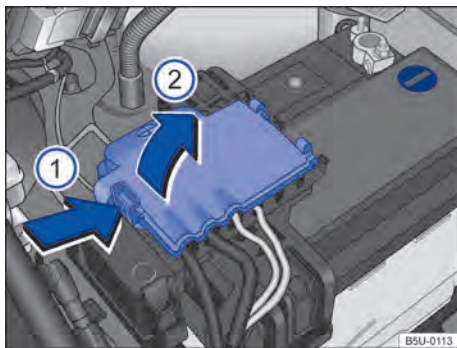

Fig. 149 Compartimento del motor: acceso al terminal positivo de la batería.
- Abrir la cobertura del polo positivo. Para abrir, presionar la traba en el sentido de la flecha → **fig. 149** ①, plegar la cobertura hacia el costado en el sentido de la flecha ②.